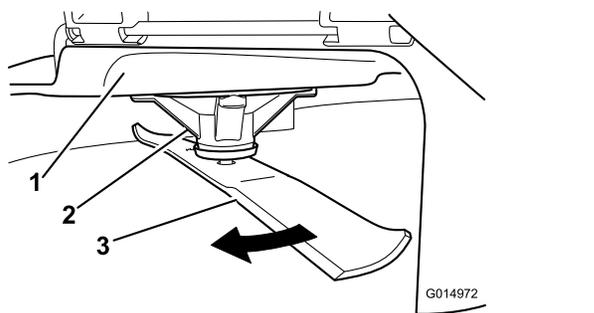

Figura 50
2. Usando luvas almofadadas ou outra proteção adequada para as mãos, rode lentamente lâmina a medir para uma posição que permita uma medição efetiva da distância entre a extremidade de corte e a superfície nivelada onde a máquina está (Figura 50).